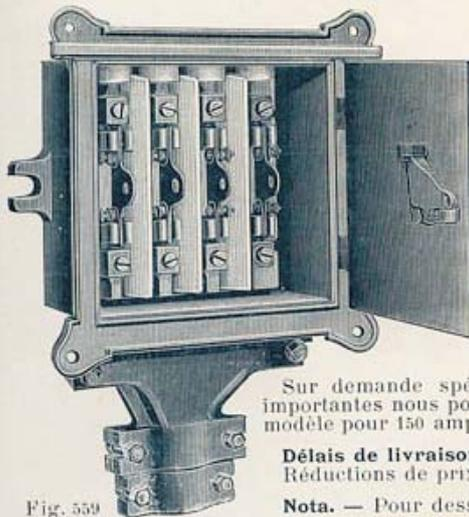

Fig. 559
**COUPE-CIRCUITS 7bis D (fig. 559)** (Fuses non comprises, voir page 119)